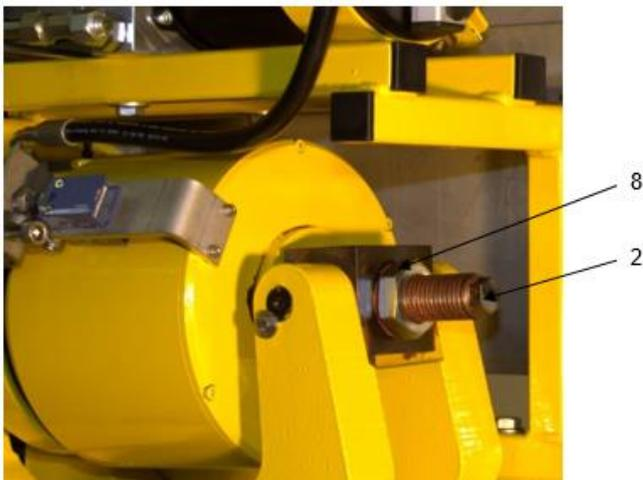

Bild 5.4
4. Kontermutter **8** lösen, siehe Bild 5.4
5. Die Schraube **2** siehe Bild 5.4 an dem sechskantigen Ende drehen und damit den Lüftspalt auf den maximalen Öffnungspalt einstellen.